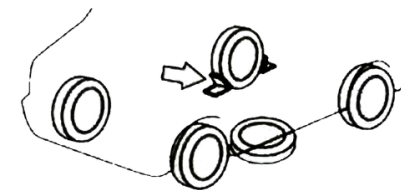

Figura 5.1.2.1
3. Cambio de neumáticos (ver Figura 5.1.2.1)